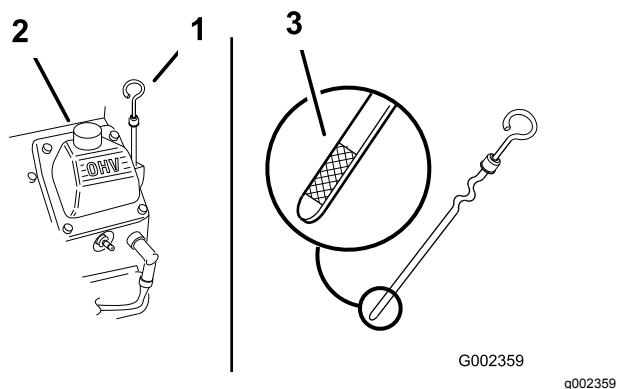

Рисунок 20
3. Очистите поверхность вокруг масломерного щупа (Рисунок 20), чтобы загрязнения не попали в заливное отверстие и не повредили двигатель.
4. Выверните масломерный щуп и начисто протрите его конец (Рисунок 20).
5. Вставьте масломерный щуп в заливную горловину до упора, но не заворачивайте в нее (Рисунок 20).
6. Медленно залейте приблизительно 80% указанного количества масла в заливную горловину (Рисунок 20).